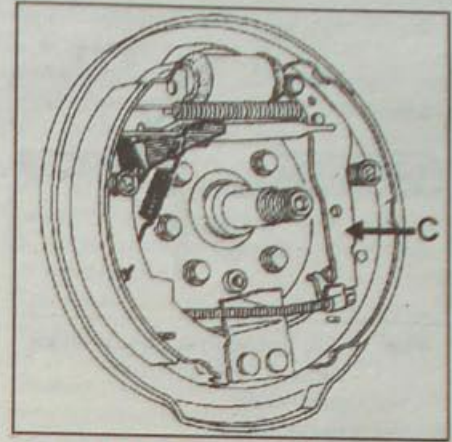

Рис. 12.24. Правильное расположение рычага (С) привода стояночного тормоза на тормозной колодке
- Убедитесь в свободном перемещении тросов и правильном положении рычагов (С, рис. 12.24) привода стояночного тормоза на тормозных колодках.